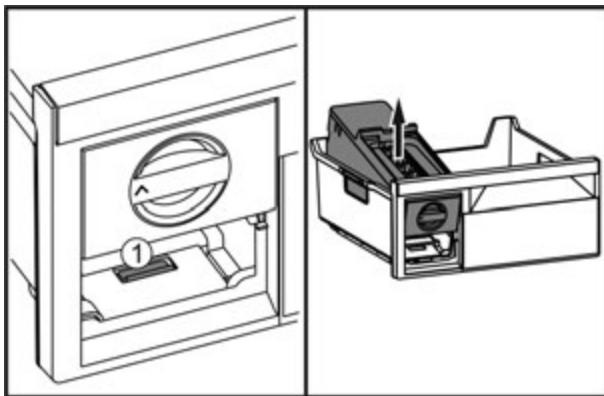

Fig. 80
- ▶ Натиснути на накладку Fig. 80 (1), EasyTwist-Ice підняти ззаду і витягнути з висувного ящика для заморожування.